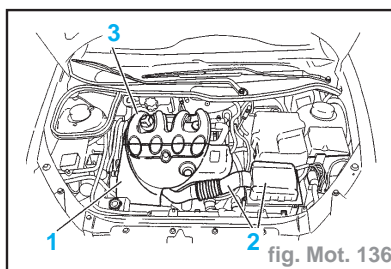

fig. Mot. 136
- Déposer (fig. Mot. 136) :
- le cache-style (1)
- l'ensemble filtre à air/raccords (2)
- le répartiteur d'admission (3)